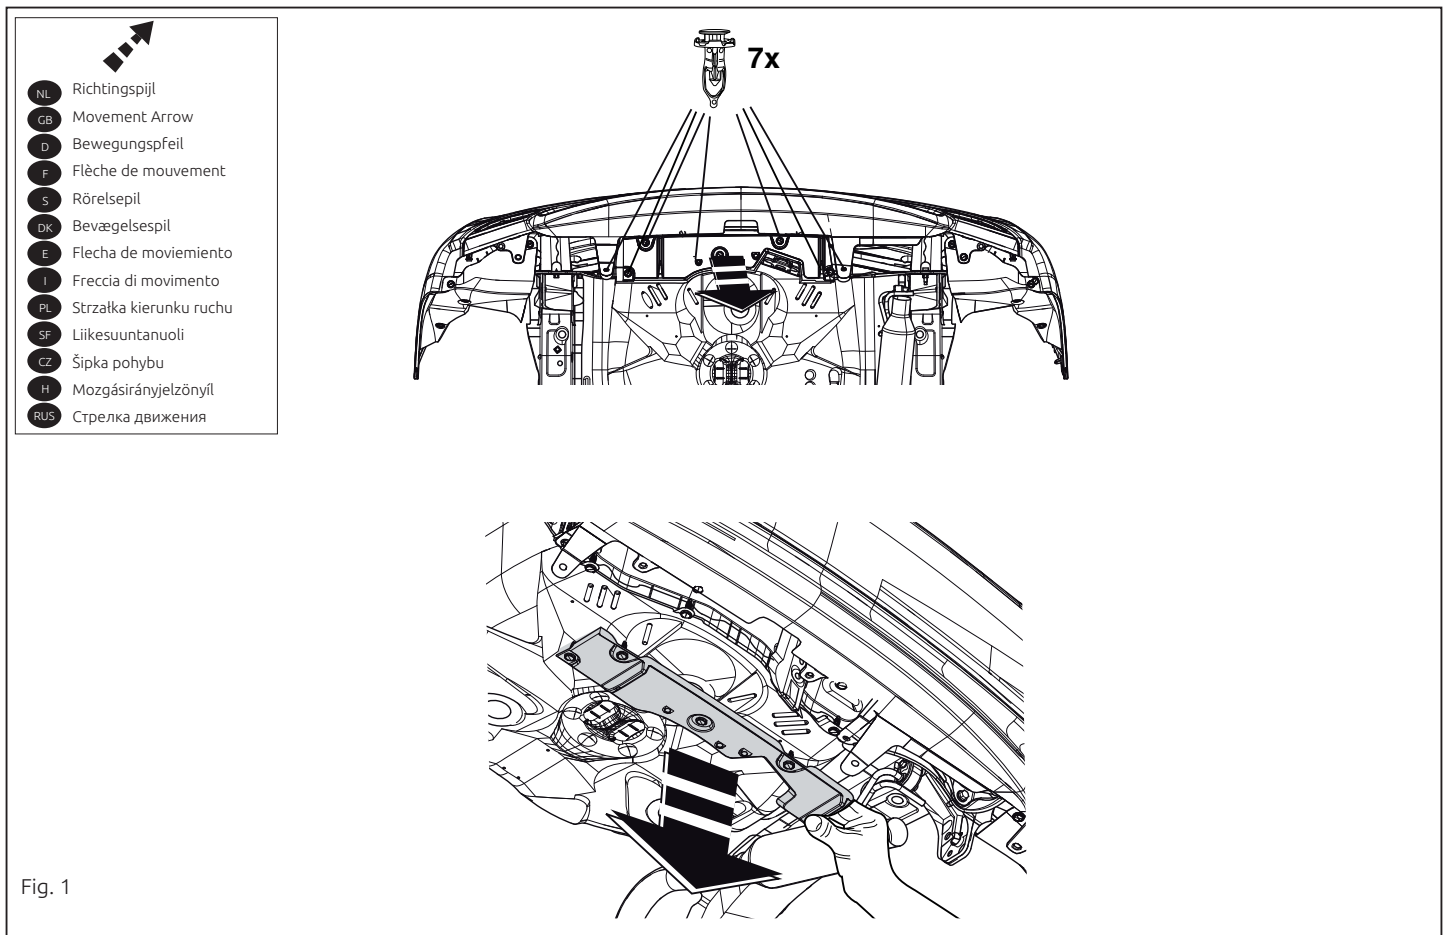

Fig. 1
1. Remove the parts indicated in figure 1.
1. Die in Abbildung 1 angegebenen Teile abmontieren..
1. Снять детали, указанные в рис. 1.
1. Démontez les pièces indiquées sur la figure 1.